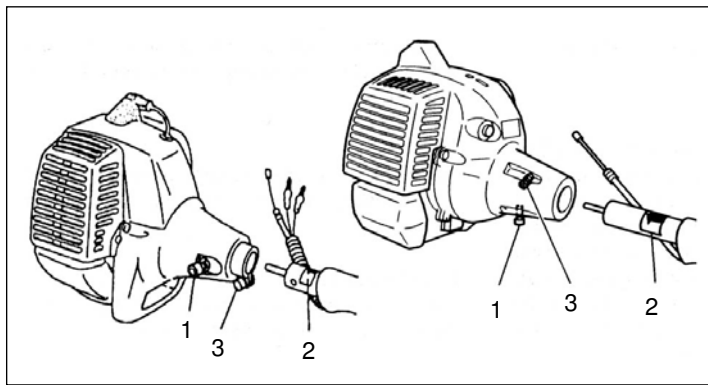

Рис.1-1
Приводной вал к двигателю (Рис. 1-1)
2. Проследить, чтобы стопорный штифт (1) вошёл в установочное отверстие (2) трубы и чтобы труба не отделилась. (Рис. 1-1 B)